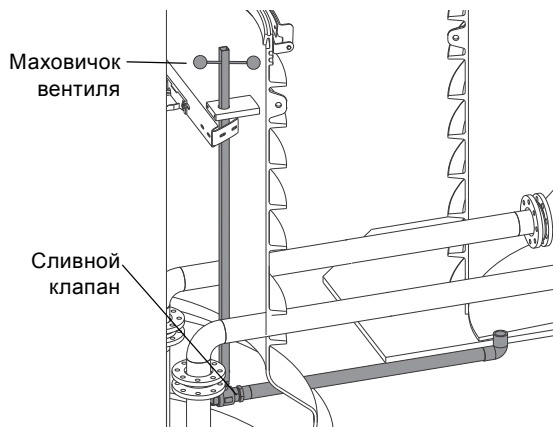

Рис. 36 Сливной клапан
1. Откройте сливной клапан вентильной камеры при помощи маховичка, расположенного в канализационной станции, для опорожнения отстойника вентильной камеры (см. рис. 36).
7. Закройте сливной клапан в канализационном колодце (см. рис. 36).